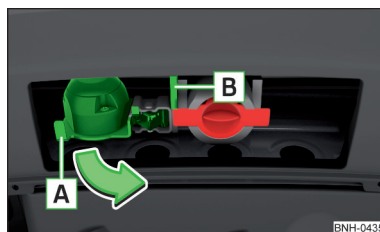

Fig. 231
- » Agarrar el enchufe de 13 polos por el mango **A** y girarlo en el sentido de la flecha » fig. 231.